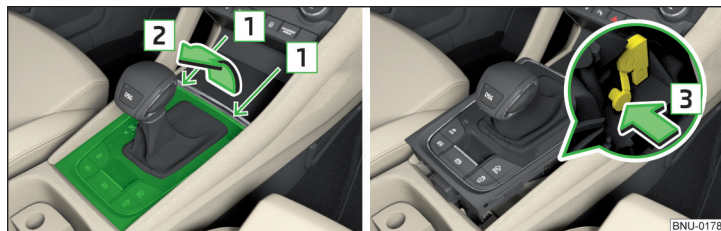

Fig. 327 Retirar la tapa / desbloquear la palanca selectora
- Introduzca un destornillador plano o una herramienta similar en la ranura en la zona de la flecha **1** » **fig. 327** y suelte con cuidado la tapa en el sentido de la flecha **2**.